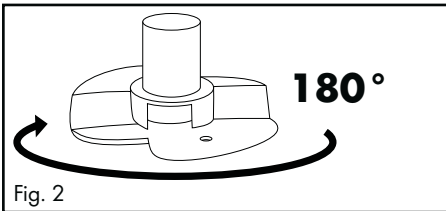
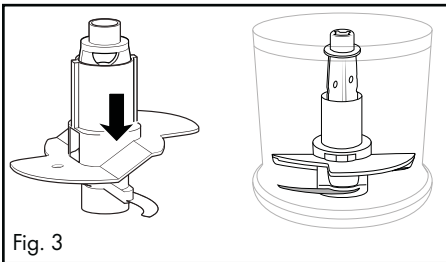

Fig. 2
Fig. 3
- For at piske 200 ml fløde skal du dreje piskedelen 10 180° vandret (fig. 2), så den kun sidder på én kniv 7 og går i indgreb (fig. 3). Så piskes fløden hurtiger: